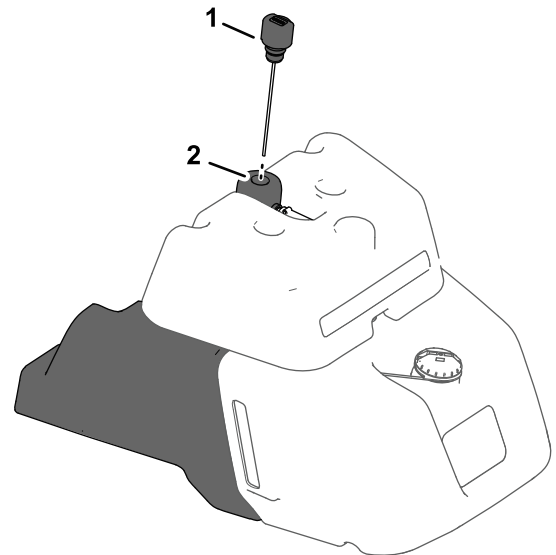

図 38
- 燃料タンク側面に点検窓が付いているマシンでは、油圧オイルタンク上部にあるディップスティックを探し出し 図 38 ステップ 5 に進んでください。